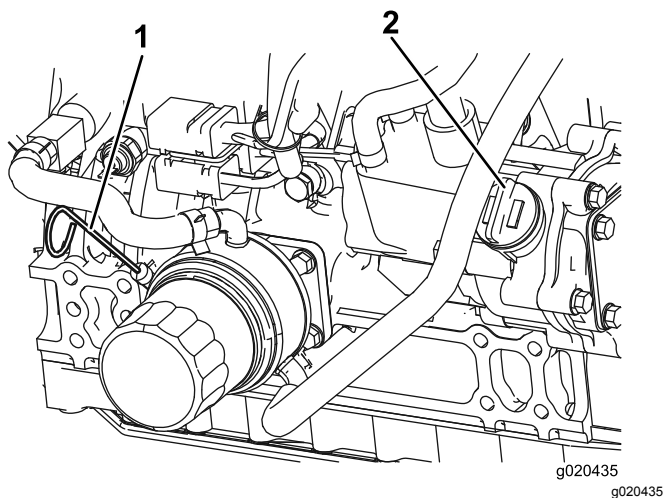

Figura 59
3. Retire a vareta, limpe-a, coloque-a no tubo e volte a retirá-la em seguida. O nível de óleo deve estar entre marca "Full" (cheio) e a marca "Add" (adicionar) (Figura 59).
4. Se o nível de óleo estiver baixo, retire o tampão de enchimento (Figura 59) e adicione óleo até que fique entre a marca “Full” (cheio) e a marca “Add” (adicionar). **Não encha demasiado.**